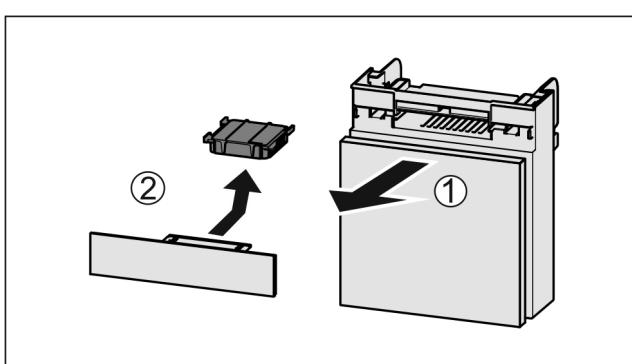

Fig. 50
- Потягніть Fig. 50 (1) відділення вперед.
- Витягнути Fig. 50 (2) фільтр з активованого вугілля.